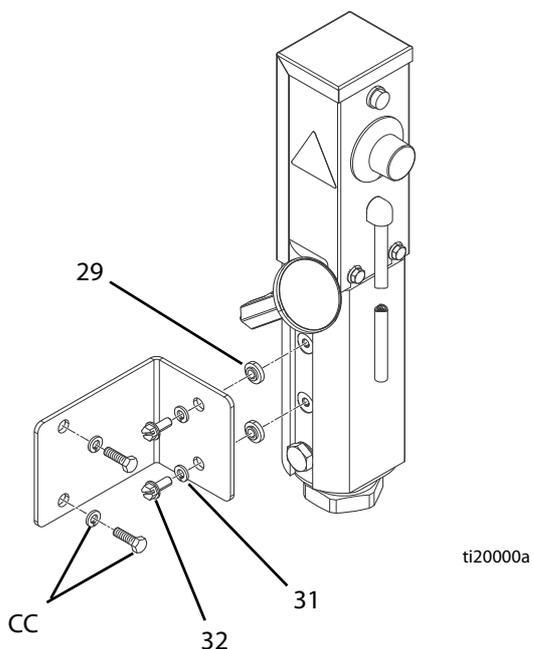

Рис. 4.
Используйте прилагаемый настенный кронштейн 16R988 и изолирующие шайбы (29), арт. № 167002, 2 шт. См. Рис. 4.
(Рис. 4)